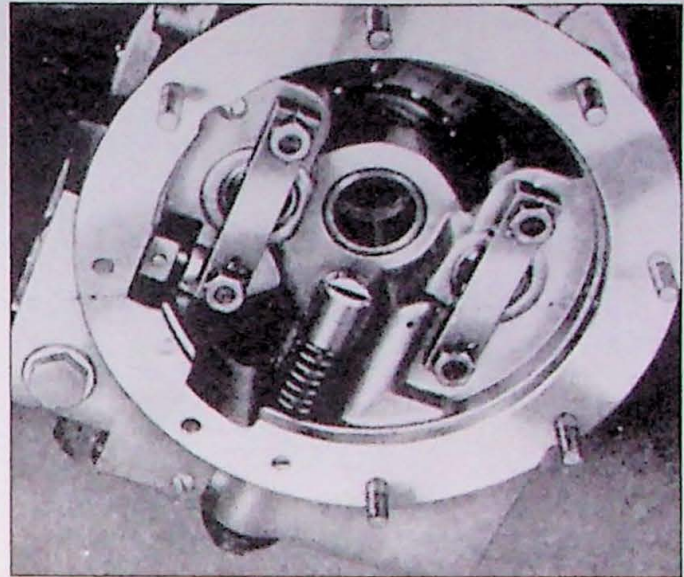

Fig. 7.19. In elkaar zetten van de voorste helft van het huis.
5. Monteer de zuigers in de voorste helft van het huis. Monteer de koppelingslamel, remtrommel, drukveren, voorste helft van het huis en drukplaten tot een eenheid (Fig. 7.19). Bij de montage vloeibare pakking aan beide zijden van de remtrommel aanbrengen.